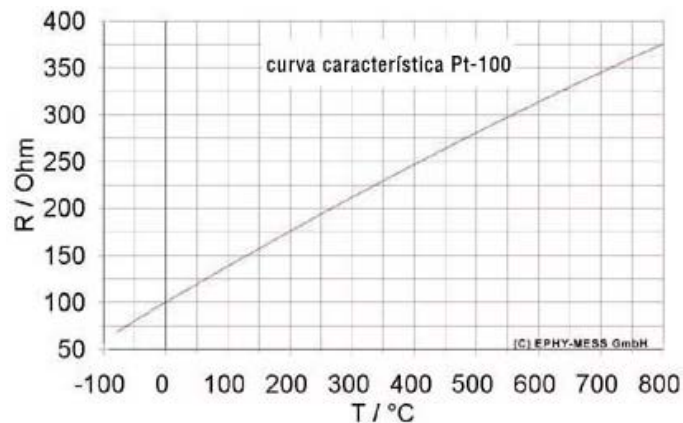

Figura 2: Gráfica de resistencia / temperatura de una PT-100.
En la figura 2, se ilustra la gráfica de resistencia en función de la temperatura, para una PT100.
14.- Se quiere testear la transmisión de la temperatura exterior captada por una PT-100, con un comportamiento Resistencia/temperatura como el de la figura 2. Si la codificación de la word ARINC 429 se realiza según la especificación de la figura 1, ¿cuál sería el dato a transmitir, si la PT-100 está expuesta a una temperatura de 16°? (La PT-100 presenta una R= 106,25 Ω a 16°)